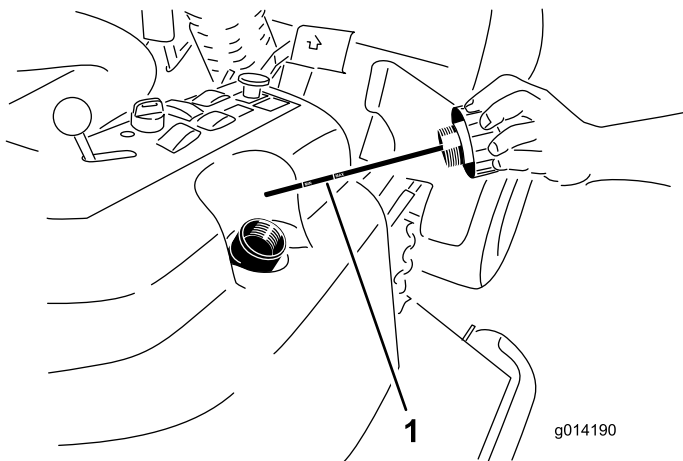

図 40
- もう一度首まで完全にねじ込んでから抜き、オイルの量を点検する 図 40。